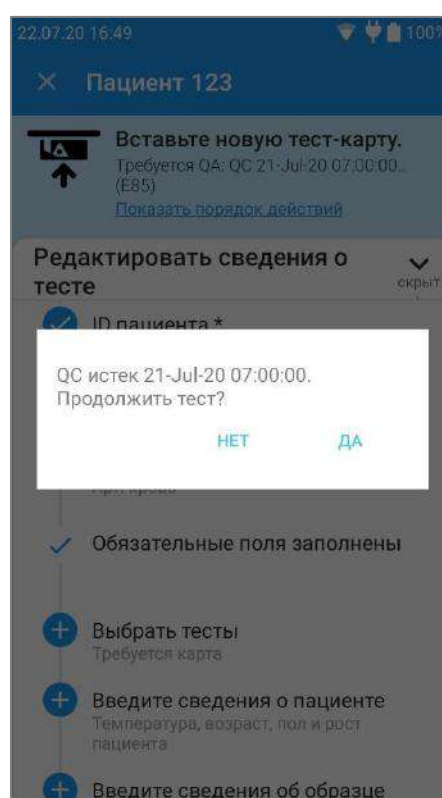

Рис. 57.
- При установке пользователем тест-карты появляется всплывающее сообщение с запросом на дальнейшее выполнение анализа (рис. 57).